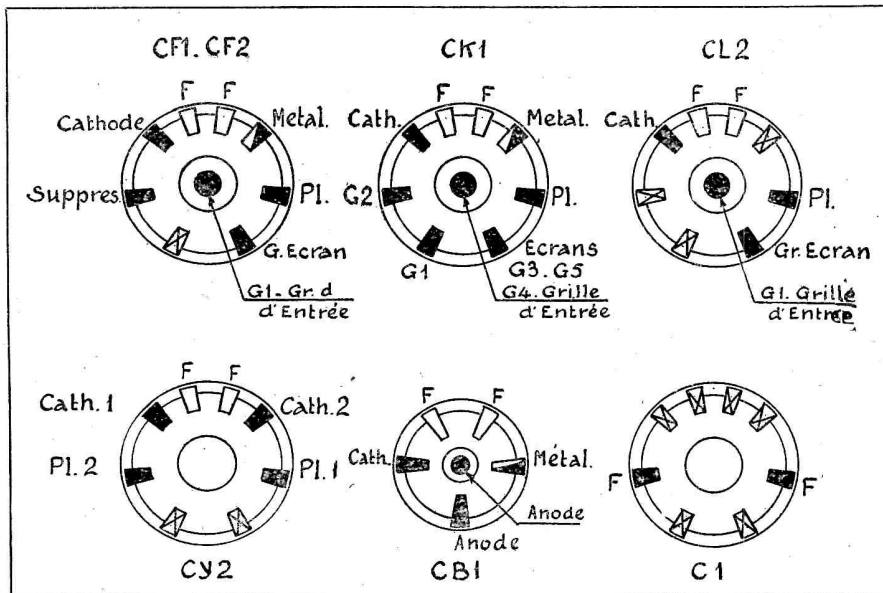

Fig. 4. — Correspondance des culots et des électrodes des lampes utilisées dans l'Octophone tous-courants
Le plan de câblage que je publie (2) est assez clair pour nous dispenser de tout commentaire; cependant, nous avons représenté (fig. 4) la correspondance des broches et des électrodes des lampes tous-courants avec lesquelles l'amateur n'est pas encore familiarisé.
La correspondance des broches et électrodes pour ce tube est donnée figure 4.